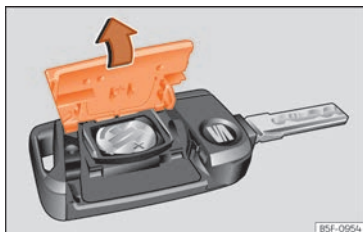

Fig. 80 Chave do veículo: abertura da tampa do compartimento da pilha.
- Retire a tampa na parte traseira da chave do veículo »»» **Fig. 80** na direção da seta »»» ❶.
- Coloque a tampa tal como se mostra »»» **Fig. 80** e pressione-a na carcaça da chave do veículo, no sentido contrário ao da seta, até que encaixe.